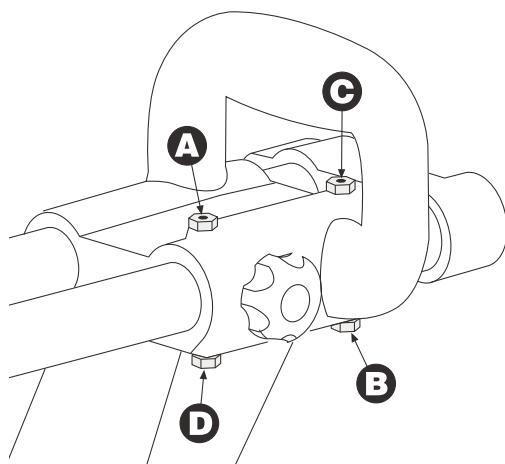
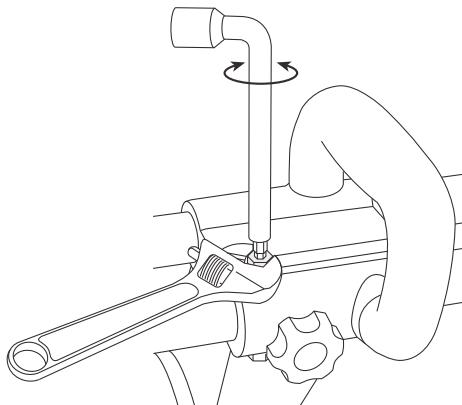

Figura 14. Tornillos de ajuste
Figura 15. Apriete o afloje el tornillo de ajuste
- Localice los 4 tornillos de ajuste (A, B, C y D) ubicados en carcasa de la guía de rieles (Figura 14).
- Afloje la tuerca del tornillo de ajuste (A) con una llave de tuercas ajustable.
- Apriete o afloje el tornillo de ajuste (A) con el extremo de 4 mm de la broca que está en la herramienta universal hasta que logre una holgura de deslizamiento mínima, a la vez que mantiene la fuerza de deslizamiento deseada.
- Después de ajustar el tornillo de ajuste (A), sujeté el tornillo de ajuste (A) con una llave Allen de 4 mm y apriete la tuerca con una llave de tuercas ajustable sin mover el tornillo de ajuste (Figura 15).
- Complete los pasos 2 a 4 con los tornillos de ajuste restantes en el orden mostrado en la Figura 14.